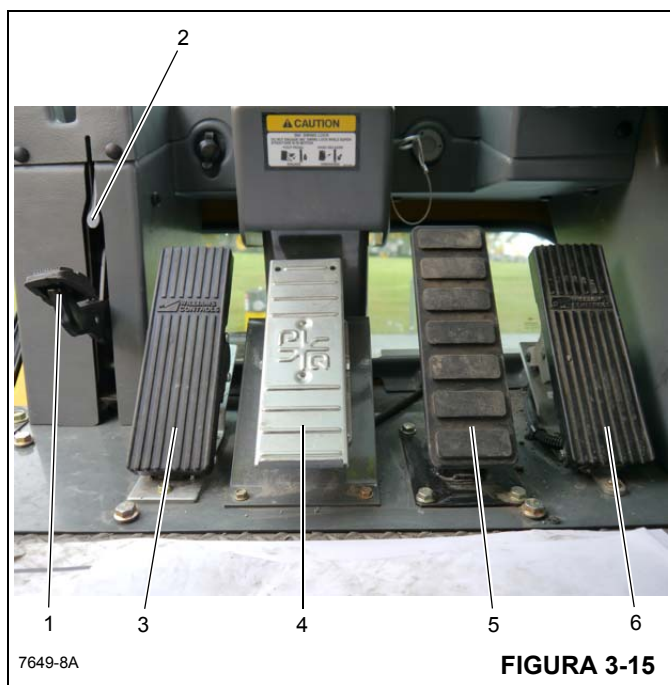

Figura 3-15 Números dos itens
O pedal da trava contra giro de 360° (1) (Figura 3-15) está localizado no lado esquerdo do piso da cabine do guindaste. O pedal é usado para acionar a trava contra giro para impedir que a superestrutura gire. Para liberar a trava contra giro, puxe a alavanca de liberação da trava contra giro de 360° (2).
O pedal do freio de giro (3) (Figura 3-15) localiza-se no lado esquerdo do piso da cabine. O pedal do freio de giro é usado para acionar o freio de giro para diminuir ou interromper o movimento de giro. A frenagem é proporcional ao pressionamento do pedal. Com o pedal não pressionado e a válvula de controle do freio de giro desengatada, a pressão hidráulica é aplicada ao freio vencendo a pressão da mola e soltando o freio. Pressionar o pedal aciona a válvula do freio de
O pedal de controle do telescópio (4) (Figura 3-15) é fornecido quando o guindaste está equipado com um guincho auxiliar. Localiza-se no meio do piso da cabine. Empurrar a parte superior do pedal para frente estenderá a lança e empurrar a parte inferior do pedal para baixo retrainá a lança.
O pedal do freio de serviço (5) (Figura 3-15) é o segundo pedal a partir da direita no piso da cabine. Pressionar o pedal controla o acionamento dos freios de serviço.
O pedal do acelerador (6) (Figura 3-15) localiza-se no lado direito do piso. Ele é usado para controlar a rotação do motor que aumenta ou diminui proporcionalmente com a pressão aplicada no pedal. O pedal é conectado eletricamente ao módulo de controle da superestrutura que envia o sinal ao ECM do motor através do data link J1939.